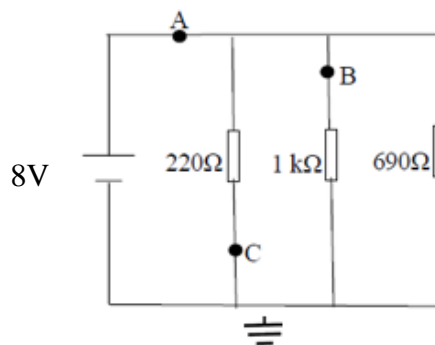

Fig. 4 – Circuito com Resistores em Paralelo
4.5) Implemente em protoboard o circuito da Fig. 4.